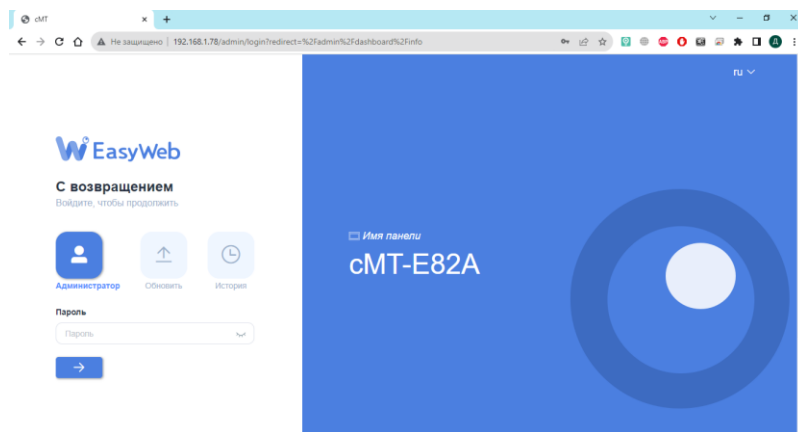

Рисунок 6.9 – Web-интерфейс панели оператора БС
2. В поисковой строке Web-браузера ввести IP-адрес панели оператора, установленный в п.п. 4.2.1 и нажать «Enter» на клавиатуре АРМ администратора (рисунок 6.9).